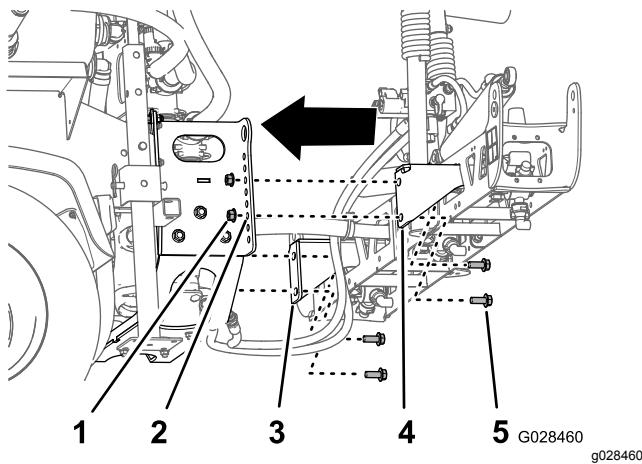

Figura 39
- Allineate il foro sul fondo nelle staffe di montaggio della sezione del gruppo della barra centrale con il terzo foro a partire dall'estremità inferiore dei supporti della barra sul telaio di supporto dell'irroratrice, come illustrato in Figura 39.